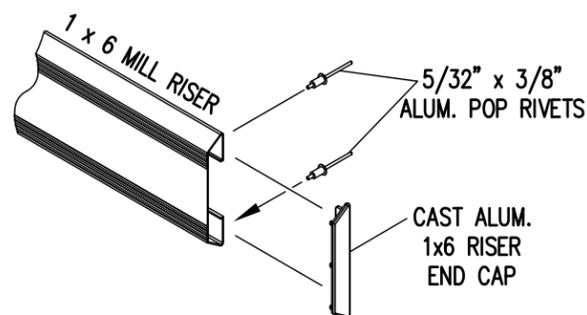

FIG.1 FIG.2
- 1) LOCATE THE CHANNEL END CAP AS SHOWN IN FIG. 1.